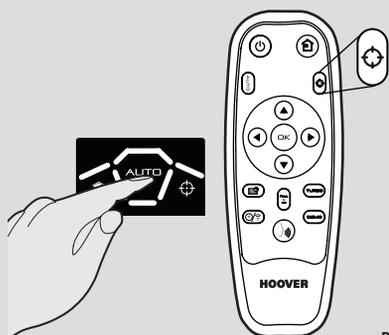

Рис. 11
**Автоматический режим уборки можно включить: [Рис. 11]**